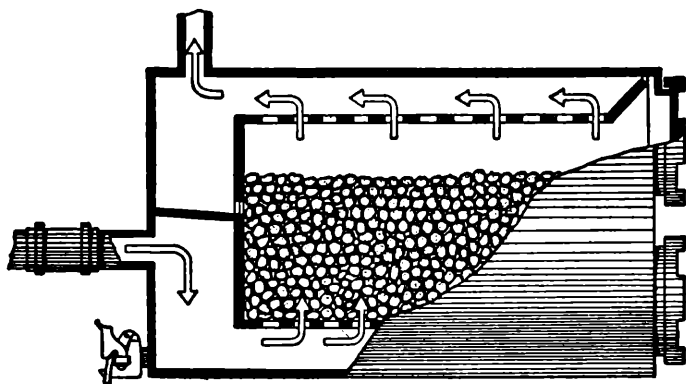
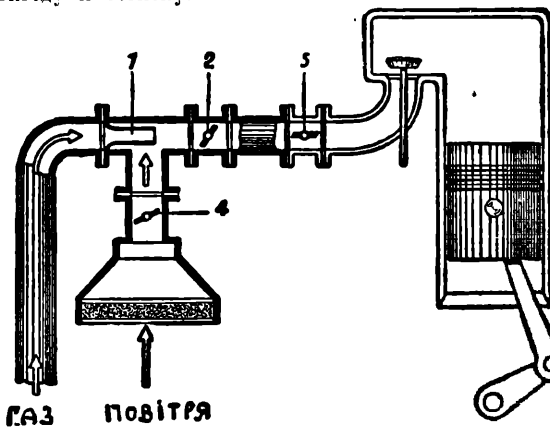

Рис. 40. Очищувач.
Рис. 41. Змішувач.
(рис. 40), виповненого кусками корка, величини горіха. Готовий до ужитку газ йде з очищувача до змішувача (рис. 41), де змішується з повітрям, а звідси — до мотору. Повітря доходить до змішувача через очищувач повітря, а його кількість регулюється прислоною (4) рис. 41. Прислони (4) і (2) служать до зміни відношення скількості газу до повітря і урухомлюються при допомозі двох малих важі-